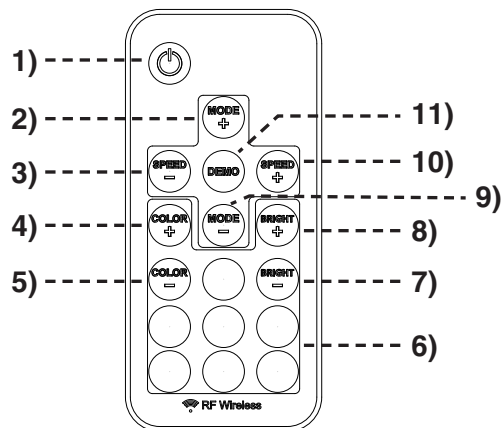
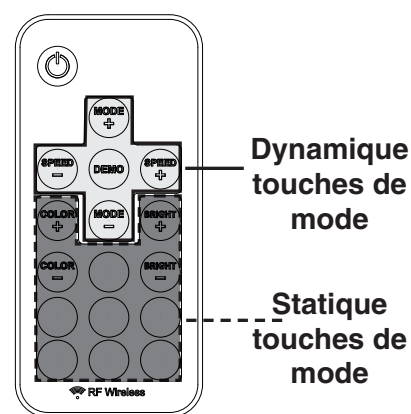

Fig. 54-1 Détail de l'émetteur à distance
Fig. 54-2 Détail des modes d'émetteur à distance
Avant l'utilisation de télécommande, vous familiariser avec les touches de l'émetteur comme illustré sur la Fig. 54-1 et les options de mode de la Fig. 54-2.
2. Appuyez sur la touche **ÉNERGIE** sur la télécommande pour allumer la lumière ou désactiver (voir Fig. 54-1).
3. Utilisez la télécommande comme vous le souhaitez. Consulter la section ci-dessus et la Fig. 54-1 et 54-2.